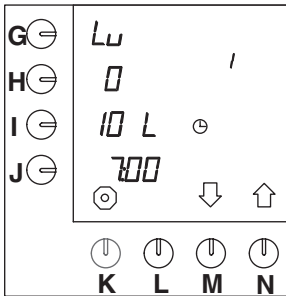

Fig. 44 Paramètres d'un préprogramme de démarrage (inactifs)
Il y a quatorze préprogrammes de démarrage étalés sur tous les jours de la semaine. Une fois activés grâce à la procédure décrite ci-dessous, ils pourront être visualisés et activés dans le mode utilisateur. Tous les programmes peuvent être réglés selon vos besoins. Les quatorze préprogrammes sont par défaut (fig. 44) :
- Appuyez sur la touche de sélection (N.)↑ jusqu'à ce que la fig.44 s'affiche sur l'écran de contrôle.